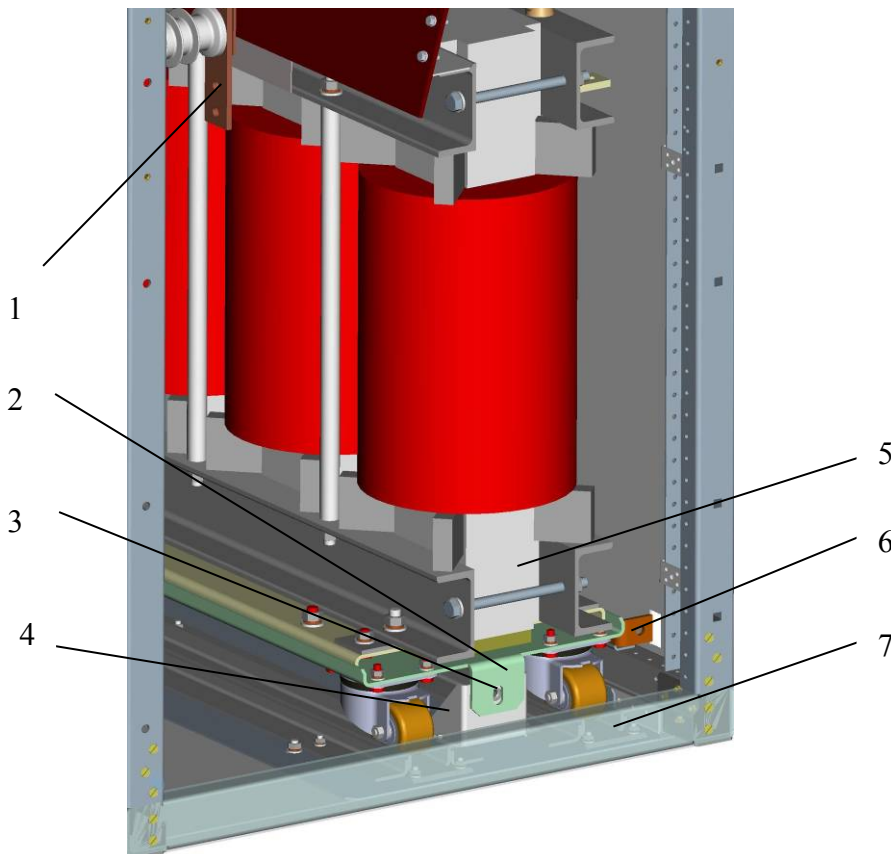

Рисунок 24 - Монтаж ТСН в КСО
- открутить четыре болта М6 снять съемную планку 7 (рисунок 24) каркаса с лицевой стороны;